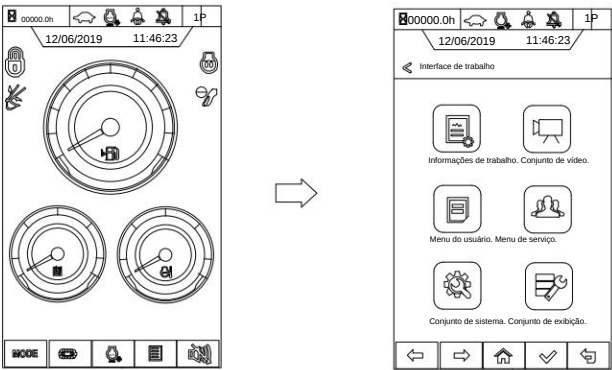
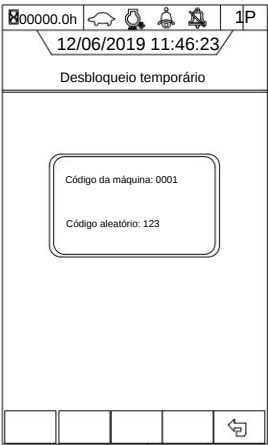

Figura 3-16
Figura 3-36
Pressione o botão de menu para entrar na interface principal, conforme mostrado em Figura 3-16. Mova o ícone de seta para entrar na interface de configuração do usuário, conforme mostrado nas Figuras 3-17 e 3-18. Entre na interface de configuração do telefone do usuário e altere o número de telefone movendo a tecla de seta. Imprensa  para confirmar e a interface é mostrada na Fig. 3-31.
3.2.2.17 Configuração da senha do usuário Pressione o botão menu para entrar na interface principal, conforme mostrado em Figura 3-16. Mova o ícone de seta para entrar na interface de configuração do usuário, conforme mostrado nas Figuras 3-17 e 3-18. Entre na interface de configuração de senha do usuário e altere a senha movendo a tecla de seta. Imprensa  para confirmar e a interface é mostrada na Fig. 3-32.
Pressione o botão de menu para entrar na interface principal quando o veículo estiver equipado com uma função de bloqueio, conforme mostrado em Figura 3-16. Mova o ícone de seta para entrar na interface do usuário conforme mostrado na Fig. 3-17. Selecione a interface de consulta de informações através das teclas de seta Esquerda e Direita conforme mostrado na Fig. 3-33 para entrar no desbloqueio temporário. Pressione a seta para cima e para baixo teclas para consultar e a interface é mostrada na Figura 3-36.